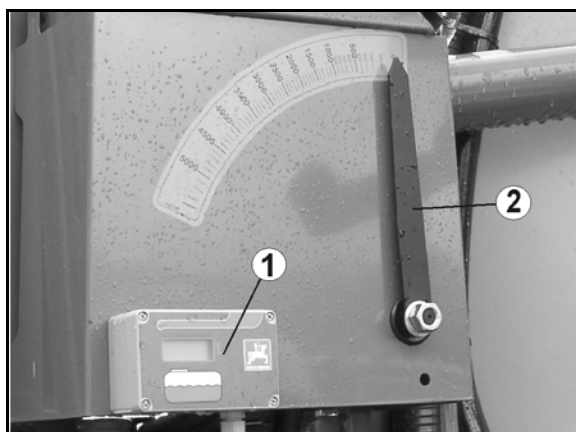

Fig. 52
- Støttefoden er løftet under arbejdet og transporten (Fig. 52).
1. Løsn ringstiften (Fig. 52/2).
2. Træk bolten (Fig. 52/3) ud.
3. Løft/sænk støttefoden vha. grebet (Fig. 52/4).
5. Sænk/løft støttefoden yderligere vha. håndsvinget (Fig. 52/5).